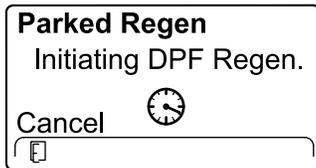

Figura 93
- El InfoCenter muestra el mensaje INITIATING DPF REGEN (Iniciando regeneración de DPF) (Figura 93).